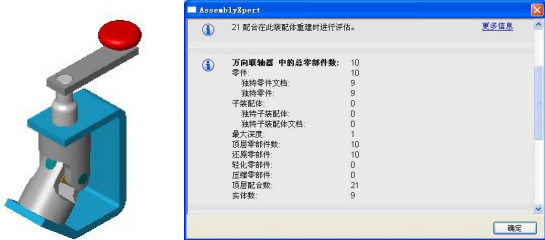

图 8-28 装配体统计
- (1) 创建如图 8-28 所示的万向联轴器装配体。
- (2) 在装配体窗口中，选择【工具】|【AssemblyXpert】菜单命令，弹出【AssemblyXpert】对话框。
- (3) 拖动对话框右侧的光标条，查看万向联轴器中的总零件数，如图 8-28 所示。